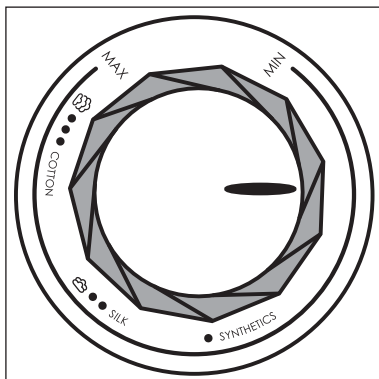

Fig. 2
- 3) Indstil den rigtige temperatur med temperaturindstillingen **6** (se tabellen nedenfor og fig. 2).